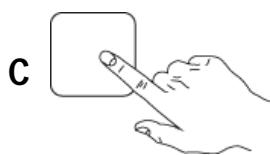

Fig.16
- 5- Appuyer le bouton "C" départ du cycle de lavage. (Fig.16)